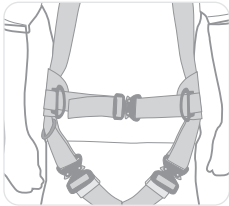

Figura 15
- Si se incluye (arnés RH3 solamente), conecte la hebilla del cinturón de la parte delantera y ajuste la correa tirando de ella a través de la hebilla como sea necesario para conseguir un ajuste cómodo (consulte la figura 15). Es fundamental comprobar regularmente durante el uso los elementos de sujeción y ajuste. El cinturón está certificado para un usuario, incluidos herramientas y equipos, con un peso de hasta 150 kg.